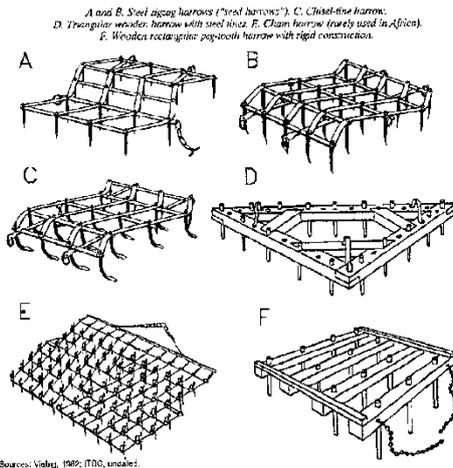

fig 4: Les différentes sortes de la herse
- La herse** (fig. 4): est utilisée pour ratisser et niveler le sol après le labour, pour briser les mottes plus grandes et éliminer les mauvaises herbes au dessus du sol. Elle peut également être utilisée pour enfouir de petites graines semées. Utilisez la herse dans la direction de la proue et faire le deuxième hersage à partir du premier. La profondeur est de 5 à 10 cm.